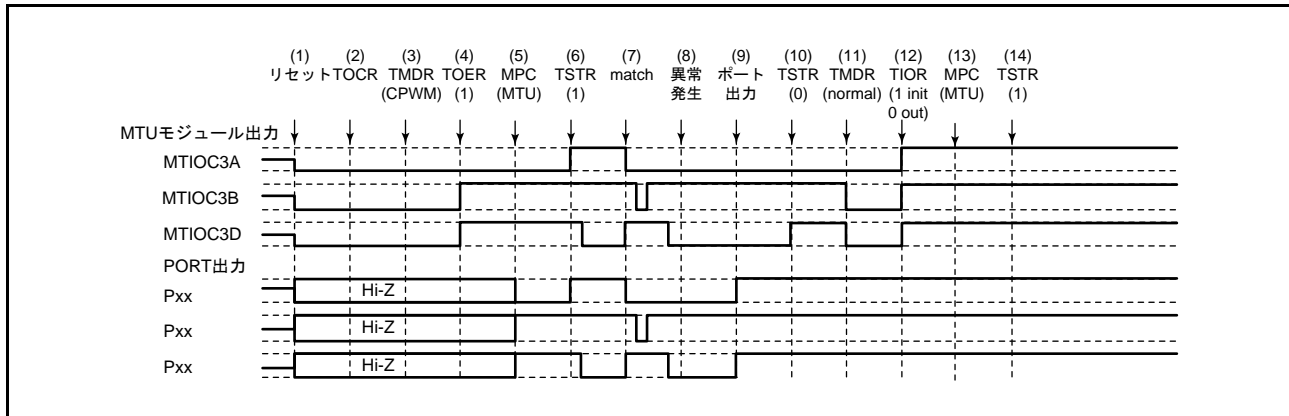

図 20.163 相補 PWM モードで異常が発生し、ノーマルモードで復帰する場合
相補 PWM モードで異常が発生し、再設定後ノーマルモードで再スタートする場合の説明図を図 20.163 に示します。
(1) ~ (10) は図 20.163 と共通です。
(11) PWM モード 1 を設定してください (MTU 出力は Low となります)。
(12) TIOR レジスタで端子を初期化してください (PWM モード 1 では MTIOCnB (MTIOCnD) 端子に波形が出力されません。出力すべきレベルがある場合は、I/O ポートのポート方向レジスタ (PDR)、ポート出力データレジスタ (PODR) で汎用出力ポートの設定をしてください)。
(13) MPC と I/O ポートのポートモードレジスタ (PMR) で MTU 出力としてください。
(14) TSTRA レジスタで再スタートします。
(23) 相補 PWM モードで動作中に異常が発生し、相補 PWM モードで再スタートする場合の動作
(11) MPC と I/O ポートのポートモードレジスタ (PMR) で MTU 出力としてください。
(12) TSTRA レジスタで再スタートします。
(13) コンペアマッチの発生により相補 PWM 波形を出力します。
(24) 相補 PWM モードで動作中に異常が発生し、相補 PWM モードで新たに再スタートする場合の動作
- (11) ノーマルモードを設定し新しい設定値を設定してください (MTU 出力は Low となります)。
- (12) TOERA レジスタで MTU3、MTU4 の出力を禁止してください。
- (13) TOCR1A、TOCR2A レジスタで相補 PWM モードの出力レベルと周期出力の許可 / 禁止を選択してください。
- (14) 相補 PWM を設定します。
- (15) TOERA レジスタで MTU3、MTU4 の出力を許可してください。
- (16) MPC と I/O ポートのポートモードレジスタ (PMR) で MTU 出力としてください。
- (17) TSTRA レジスタで再スタートします。
(25) 相補 PWM モードで動作中に異常が発生し、リセット同期 PWM モードで再スタートする場合の動作
- (1) ~ (10) は図 20.163 と共通です。
- (11) ノーマルモードを設定してください (MTU 出力は Low となります)。
- (13) TOCR1A、TOCR2A レジスタでリセット同期 PWM モードの出力レベルと周期出力の許可 / 禁止を選択してください。
- (14) リセット同期 PWM を設定します。
(26) リセット同期 PWM モードで動作中に異常が発生し、ノーマルモードで再スタートする場合の動作